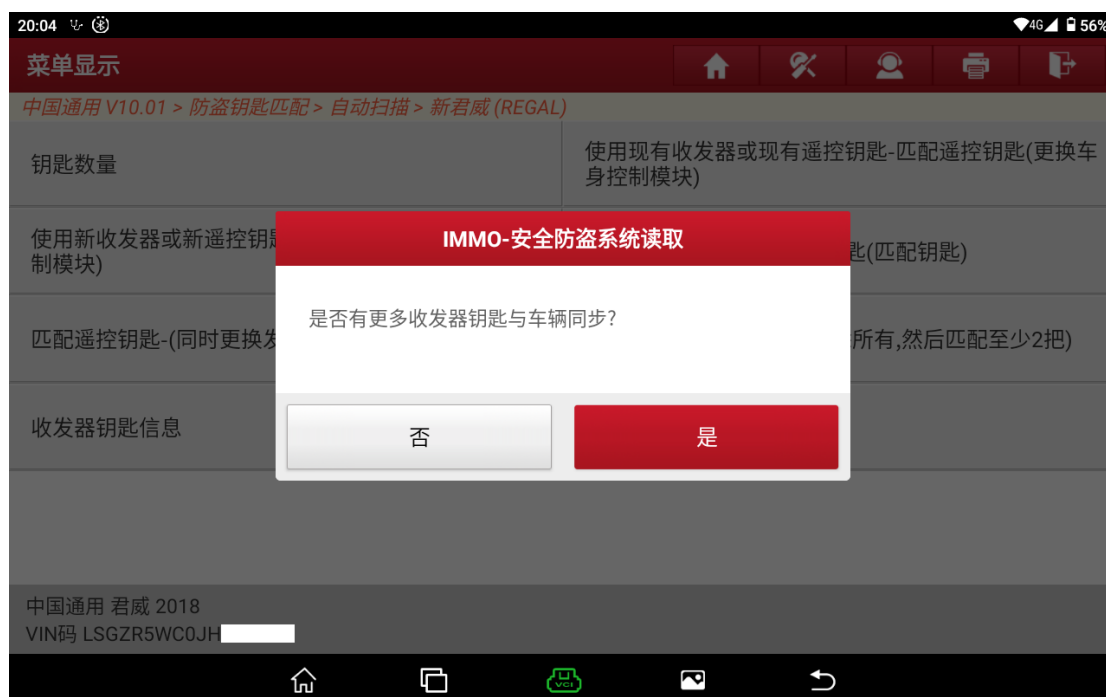

图 33
33. 是否有更多收发器钥匙与车辆同步，如果有点击“是”，否则点击“否”，如图 33。